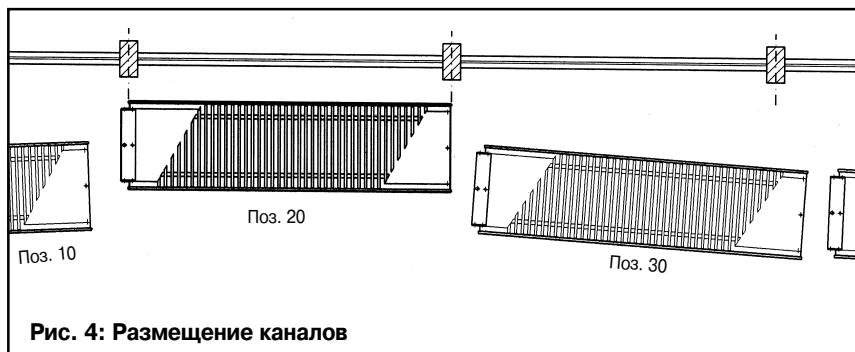

Рис. 4: Размещение каналов
- Разместите секции канала в месте установки (как правило, отопительные каналы монтируются по периметру здания) (рис. 4).